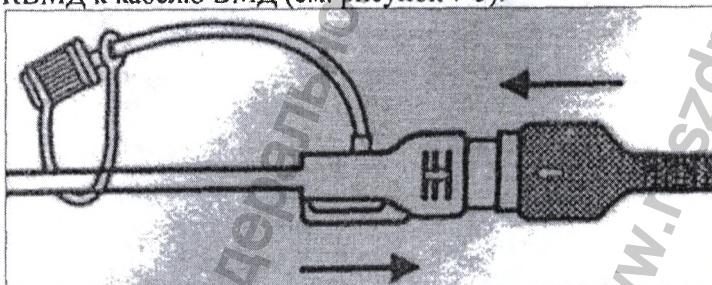

Рисунок 7-5. Подсоединение катетера к кабелю давления
- 2) Подсоедините КВМД к кабелю ВМД (см. рисунок 7-5).